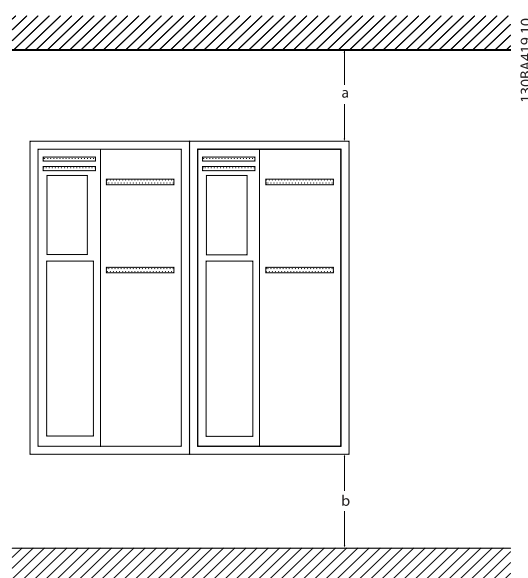

Abbildung 3.1 Abstand zur Kühlung oben und unten
- Über und unter dem Frequenzumrichter muss zur Luftzirkulation ein ausreichender Abstand vorgesehen werden. In der Regel ist ein Abstand von 100-225 mm erforderlich. Zu Abstandsanforderungen siehe *Abbildung 3.1*.